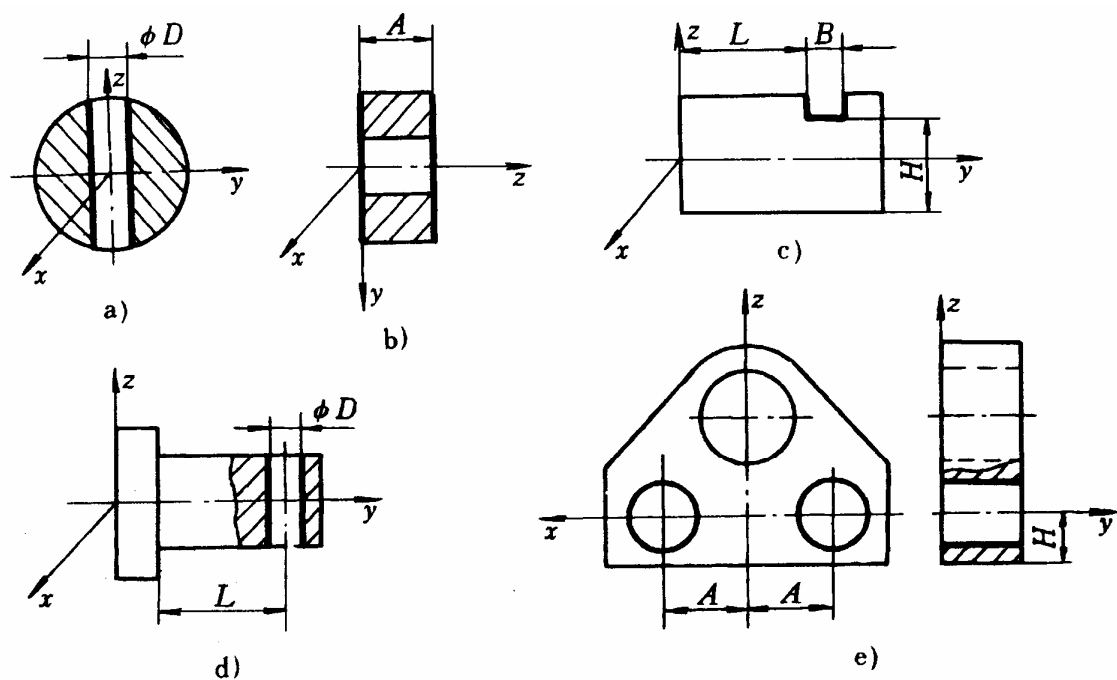

图 13-7
7. 分析图 13-7 所列加工中零件必须限制的自由度，选择定位基准和定位元件，并在图中示意画出；确定夹紧力作用点的位置和作用方向，并用规定的符号在图中标出。